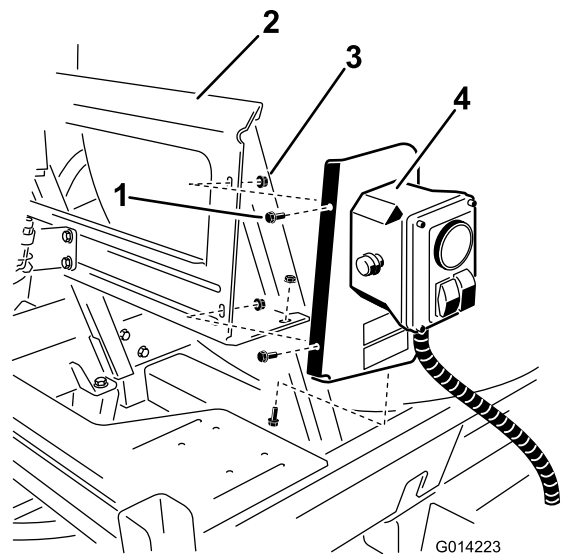

Figura 8
2. Instale o conjunto no suporte de montagem utilizando 3 parafusos (1/4 x 5/8 pol.) e 3 porcas de bloqueio (1/4 pol.) como indicado em Figura 8.